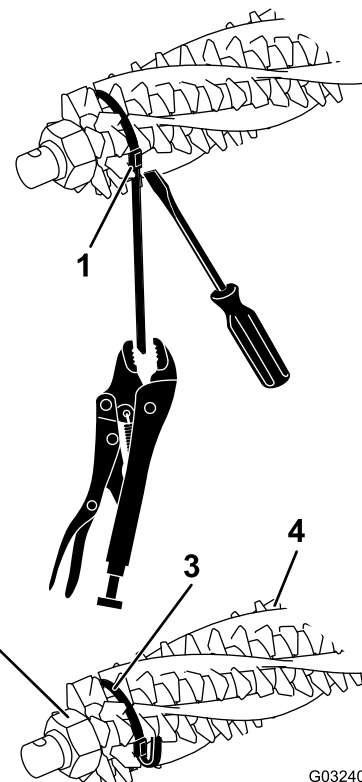
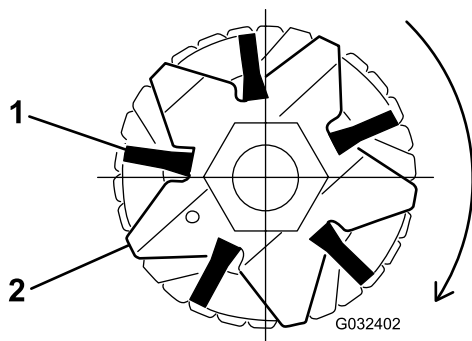

Bild 15
Bild 17
2. Lockern Sie die Befestigungsmuttern des Groomermessers an beiden Enden der Groomerwelle (Bild 15).
4. Stellen Sie sich, dass die Bürsten in den Schlitzen des Groomermessers sitzen (Bild 15 und Bild 17).
5. Wickeln Sie die Riemen lose um die Spindelwelle des Groomers und der Bürsten, wie in Bild 15 abgebildet; setzen Sie die Riemen in die Rillen in den Bürsten ein Bild 17.
Hinweis: Wenn die Kehrbürsten nicht richtig in den Messerschlitzen sitzen, lösen Sie an jeder Seite der Groomerwelle die Befestigungsmuttern des Groomermessers, positionieren Sie die Kehrbürsten richtig in den Messerschlitzen und ziehen Sie die Befestigungsmuttern des Groomermessers an (Bild 15).
7. Drücken Sie einen Schraubenzieher gegen die Riemenschnalle und halten Sie gleichzeitig jeden Riemen mit einer Greifzange fest. Ziehen Sie den Riemen fest, bis er in den Bürstenrillen arretiert (Bild 15).